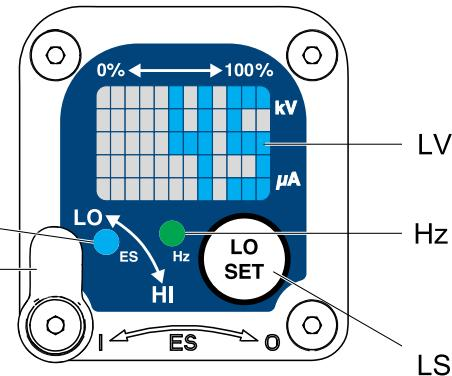

Figure 4 低压设置屏幕 (未锁定)
用户可调整低压设置。若要在运行模式下访问低压设置屏幕，请短暂按压“LO SET”按钮 (LS)。屏幕上将显示当前低压设置值。参见图 4 和第 10 页的表 1。允许的设置范围：
要更改锁定状态，按住 "LO SET" 按钮，直到锁的图像出现或消失。如果设置了锁定，在低压模式时低压设置屏幕上也会出现该图像（参见图 4）。